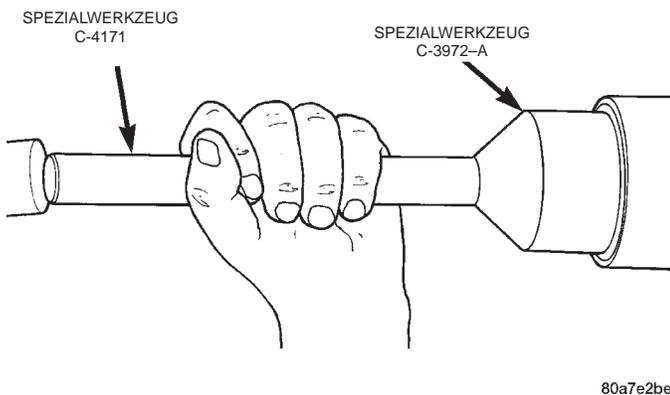

Abb. 8 Wellendichtring einbauen
(1) Die Lippe des Wellendichtrings leicht mit Getriebeöl einölen. Den Dichtring mit Spezialwerkzeug C-3972-A und Griff C-4171 einbauen (Abb. 8).